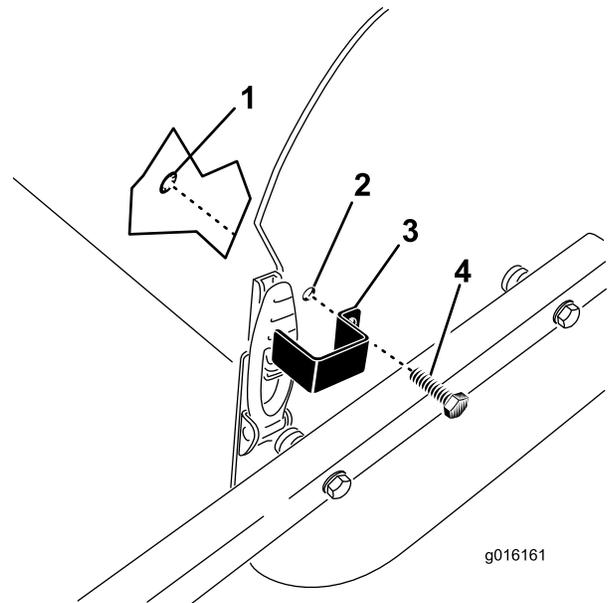

Bild 35
das Befestigungsloch mit dem Loch in der Seitenplatte aus (Bild 35).
- Befestigen Sie die Halteplatte mit einer Gewindeschraube und einem Haltering an der Seitenplatte (Bild 35).